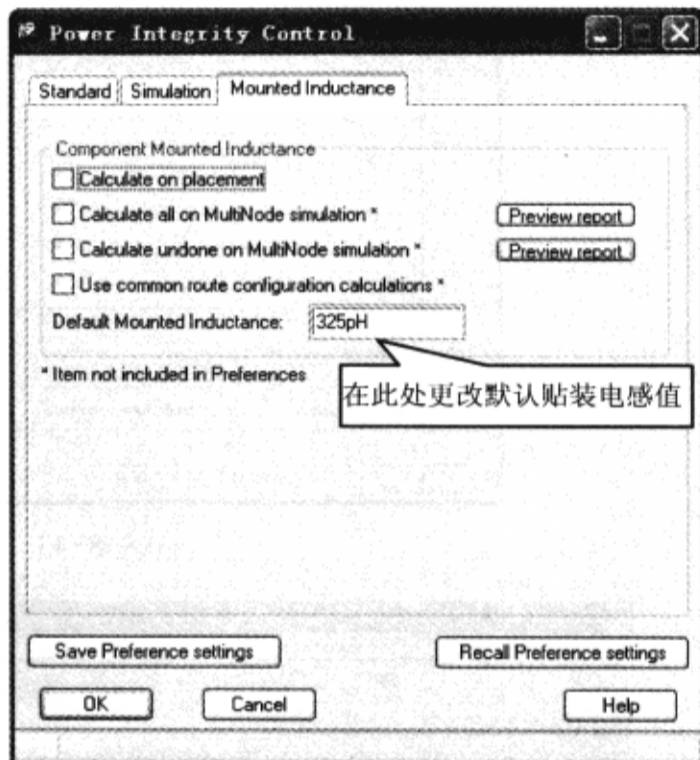

图 8-8-42 贴装电感值的设置
(2) 在“Power Integrity Control”对话框中单击“Mounted Inductance”标签页，如图 8-8-42 所示。